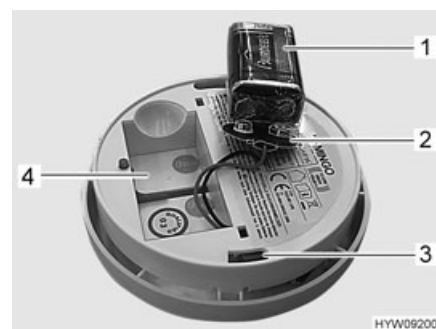
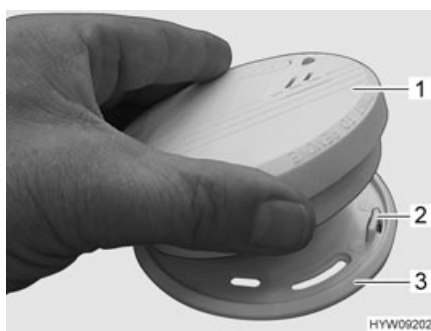

Fig. 128 Rivelatore di fumo (parte posteriore)
Fig. 129 Montaggio del rivelatore di fumo
- Estrarre la batteria e scollegarla dal suo fermaglio (Fig. 128,2).
- Collegare la batteria nuova (Fig. 128,1) al suo fermaglio (Fig. 128,2), assicurandosi che i poli della batteria si innestino nel fermaglio.
- Inserire la batteria nel suo scomparto (Fig. 128,4).
- Posizionare il rivelatore di fumo (Fig. 129,1) sul supporto (Fig. 129,3). I naselli di ritegno (Fig. 129,2) devono innestarsi nelle aperture (Fig. 128,3) del rivelatore di fumo.